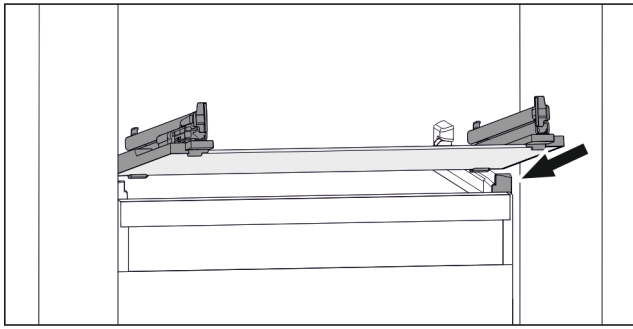

Fig. 79 Rappresentazione esemplificativa del ripiano in vetro
- ▶ Applicare il ripiano in vetro obliquamente dietro i fermi. (vedere Fig. 79)